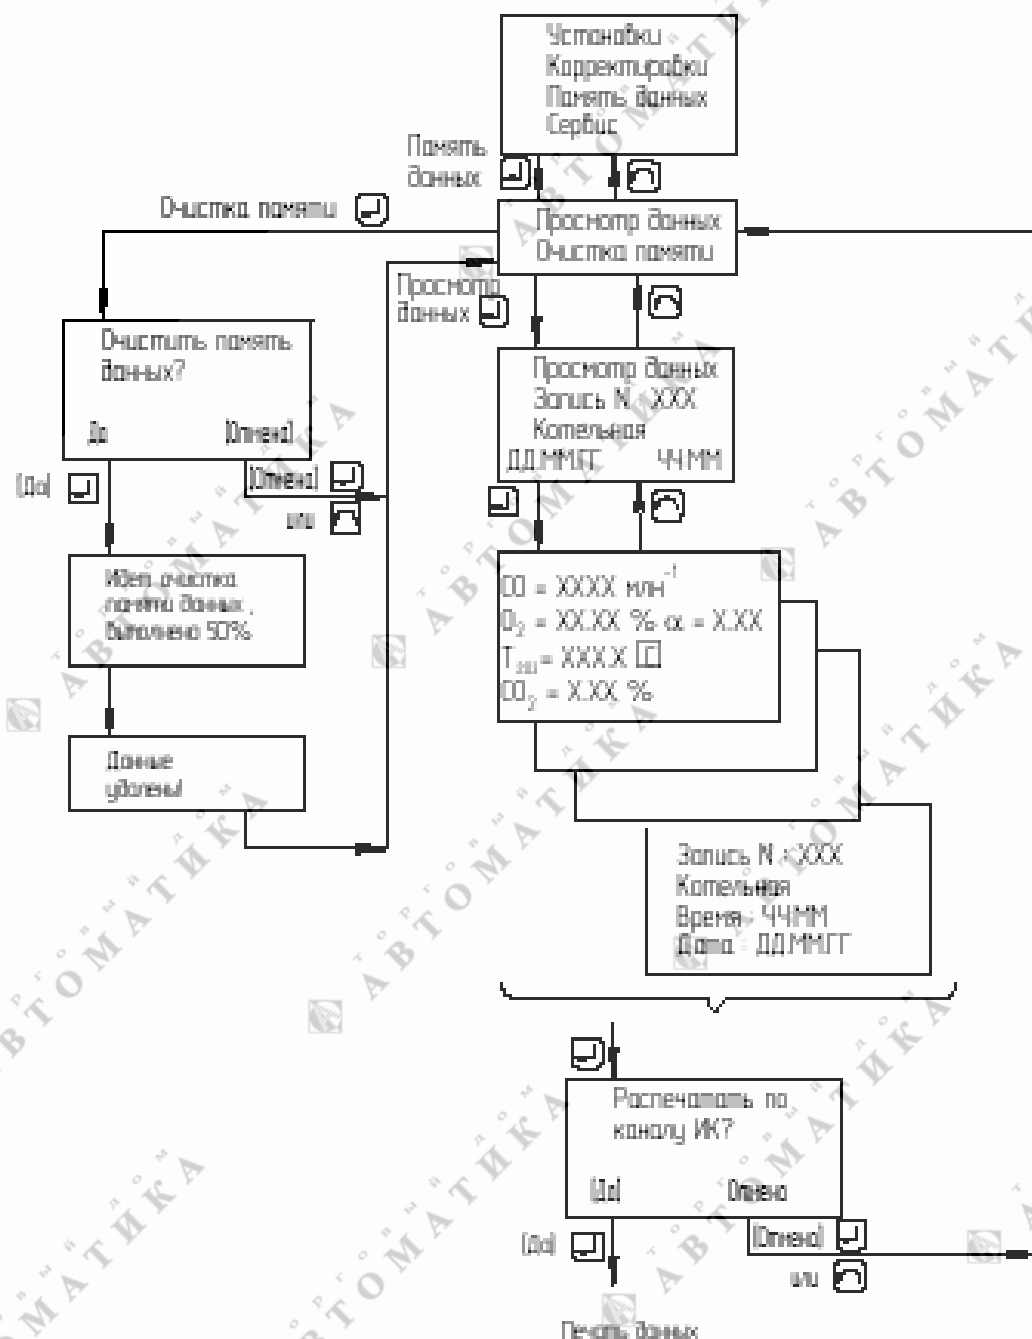

Рисунок 2.17 – Просмотр и очистка памяти данных
2.5.1.14 Для просмотра данных, записанных в энергонезависимую память газоанализатора, необходимо выбрать пункт меню «ПАМЯТЬ ДАННЫХ→ПРОСМОТР ДАННЫХ» (рисунок 2.17). На ЖК-индикаторе появится сообщение
При выборе пункта меню «УСТАНОВКИ→ПАМЯТЬ ДАННЫХ→ОЧИСТКА ПАМЯТИ» и подтверждении запроса (рисунок 2.17) производится удаление всей информации во всех 200 записях.